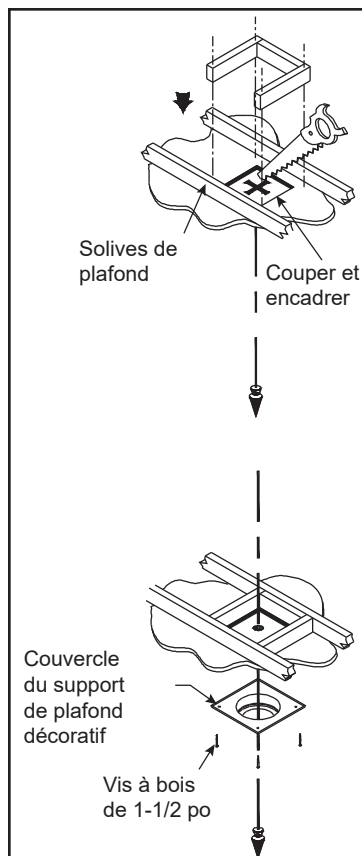

Figure 3.33
Étape 3 – Pour installer le couvercle du support rond pour plafond/couvercle de manchon d'emboîtement mural sur un plafond plat, découpez une ouverture carrée de 254 x 254 mm (10 x 10 po) dans le plafond (à moins d'instructions différentes) centrée sur l'ouverture faite à l'étape 2. Renforcez-la par un cadre comme illustré à la figure 3.33.